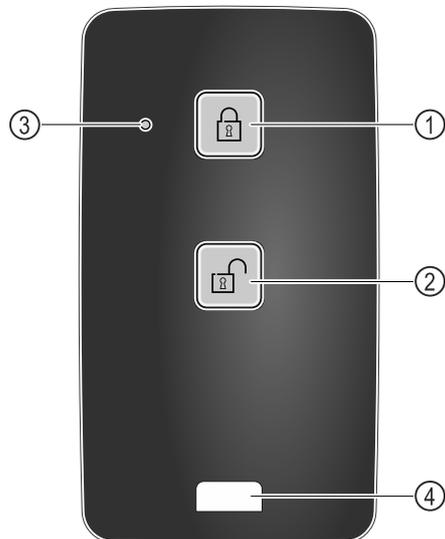

Fig. 147
- (1) Bloccare la serratura
- (2) Sbloccare la serratura
- (3) LED di stato
- (4) Occhiello di fissaggio
- ▶ Premere il tasto Fig. 147 (1) sul telecomando.
- ▶ Premere il tasto Fig. 147 (2) sul telecomando.
- ▶ Il LED di stato Fig. 147 (3) fornisce un feedback visivo quando viene premuto un pulsante.
- ▶ Occhiello Fig. 147 (4) per agganciare il telecomando, ad esempio a un portachiavi.